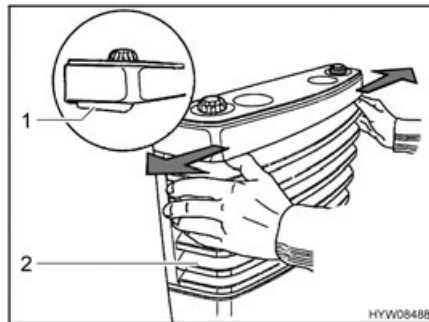

Fig. 90 Rimozione della copertura del riscaldamento
- Rimuovere la copertura del riscaldamento (Fig. 90,2). A tale scopo spingere contemporaneamente verso l'esterno le due leve di chiusura (Fig. 90,1) e ribaltare la copertura in avanti.